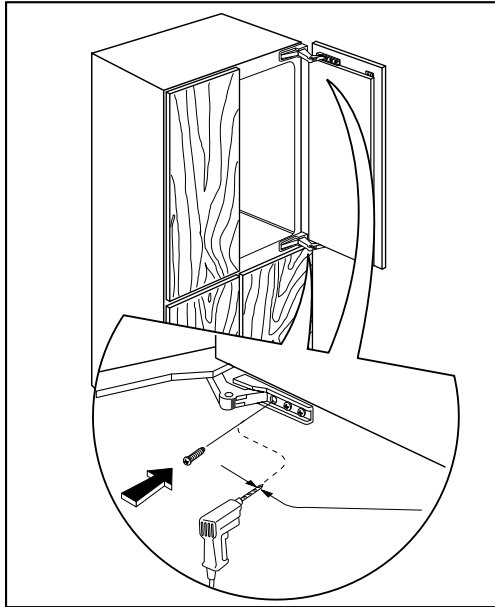

Abb. 14
- Nachdem Sie die Einstellungen vorgenommen haben, öffnen Sie die Türen und bohren in der Öffnung des Scharniers die Frontplatten mit einer 2,5 mm-Steckspitze vor. Ziehen Sie die Schrauben an (Abb. 14).